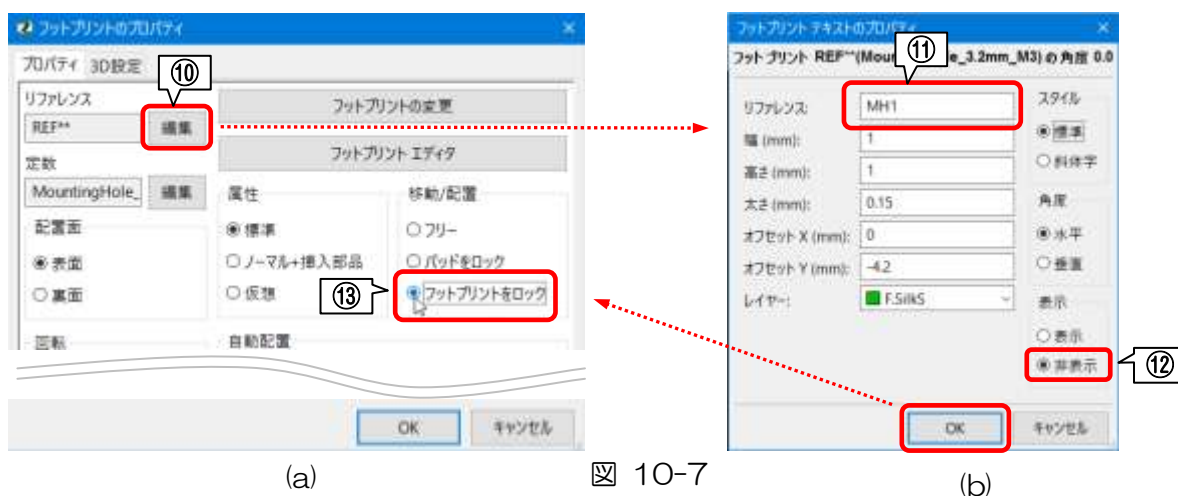

図 10-7
- ⑧ マウスポインタに吸着されているフットプリントを目的の位置に配置します。
- ⑨ マウスポインタを M3 フットプリントに合わせてショートカット E を入力します。
- ⑩ 「フットプリントのプロパティ」ダイアログのレファレンス欄の編集をクリックします。
- ⑪ リファレンス欄の REF** を MH1 と書き換えます。図 10-7-(a)
- ⑫ 「非表示」を選択し → [OK] をクリックします。図 10-7-(b)
- ⑬ 「移動/配置」欄の「フットプリントのロック」を選択し → [OK] をクリックします。
- ⑭ 2 個以上の取付け穴を配置する場合は③～⑬を繰り返します。このとき⑪のリファレンスの値は MH2, MH3...と、他と重複しないユニークな値とします。